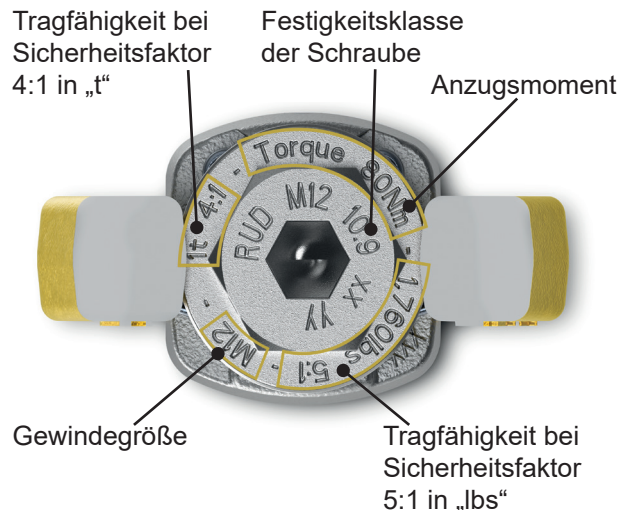

Abb. 1: ACP-TURANDO OCEANSTAR M8-M30 - Kennzeichnung Buchse / Schraube
- **M8-M30:** Kennzeichnung auf der Oberseite der Buchse und der Schraube (vgl. *Abb. 1*).